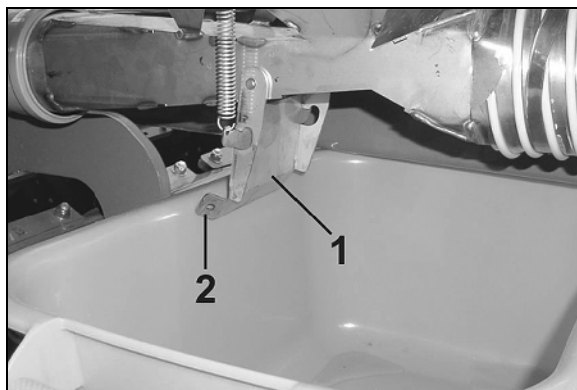

Bild 123
4. Öppna injektorslussklaffen (Bild 123/1) så att utsädet kan flöda ut i vridprovstrågen.
Klämningsrisk vid öppning och stängning av injektorslussklaffen (Bild 123/1)!
Grip endast tag om injektorslussklaffen i fliken (Bild 123/2) annars föreligger risk för skada vid slag på den fjäderbelastade klaffen.
Ta aldrig tag mellan injektorslussklaffarna och injektorslussen med handen (Bild 123/1)!